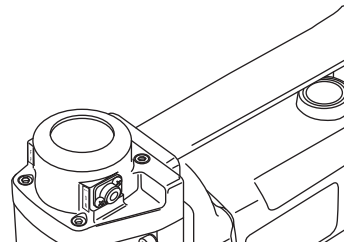

図5-2
(2)付属のオイルタンクキャップをギヤボックス上部に差し込んでください。図5-2)